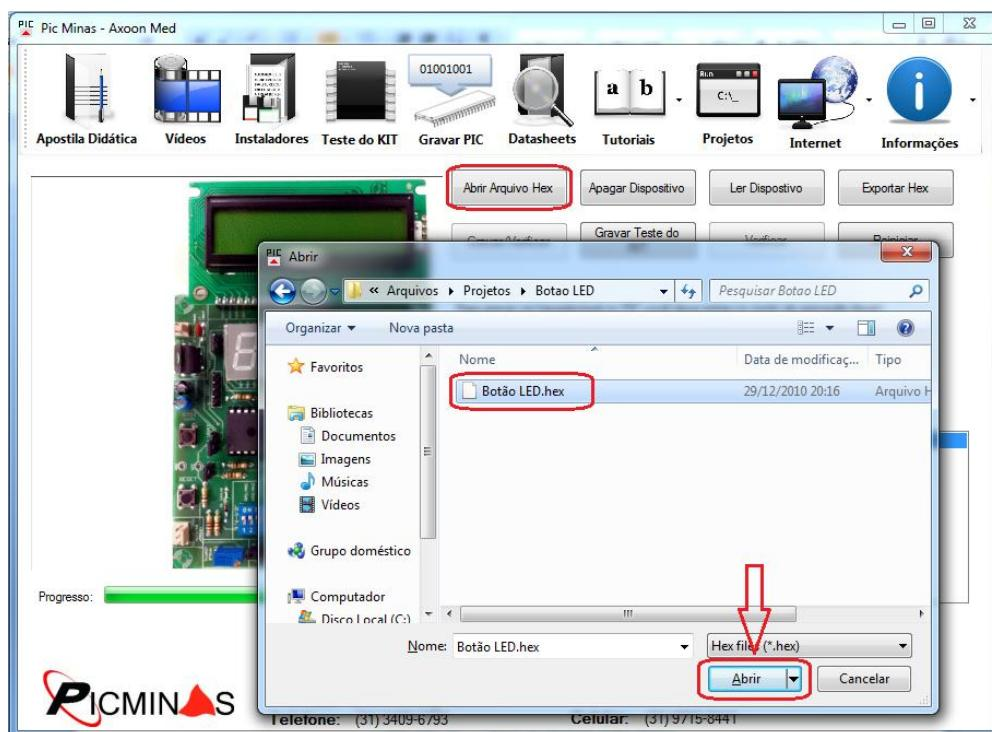

Figura 3.39 - Escolha do arquivo.hex que se deseja gravar no PIC.
- O próximo passo é informar o diretório onde está localizado o firmware que deseja gravar no PIC. Isso é feito através do botão de funcionalidade “Abrir Arquivo Hex”. Usaremos um projeto exemplo do DVD Didático. Clique no botão **Load HEX File** e vá ao diretório “E:\DVD Didático\Arquivos\Projetos\Botao LED”. Selecione o arquivo hexadecimal (.hex) disponível nessa pasta (neste exemplo o arquivo será **Botão LED.hex**) e, em seguida, clique em “Abrir” (ver Figura 3.39).